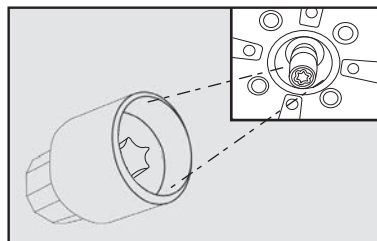

fig. 16
- Algumas versões dispõem de dispositivo antifurto para a roda sobressalente. Retirar da bolsa ou suporte de ferramentas, conforme a versão, a chave soquete **fig. 16**, que destrava o mecanismo antifurto.
O destravamento do estepe deve ser realizado encaixando a extremidade do soquete **fig. 16** no mecanismo de retenção da roda e a outra extremidade na chave de roda fornecida com o veículo, para posteriormente girar todo o conjunto em sentido anti-horário.